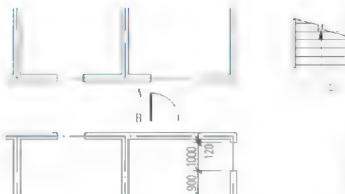

图 3.66 绘制门的轨迹线
(3) 绘制门的轨迹线: 执行菜单栏中的【绘图】|【圆弧】|【圆心、起点、角度】命令。
- ① 在指定圆弧的起点或 [圆心(C)]: 指定圆弧的圆心: 提示下, 捕捉图 3.66 所示的 B 点作为圆弧的圆心。
- ② 在指定圆弧的起点: 提示下, 捕捉图 3.66 所示的 A 点作为圆弧的起点。
- ③ 在指定圆弧的端点或 [角度(A)/弦长(L)]: 指定包含角: 提示下, 输入“-90”, 指定圆弧的角度为 -90° , 结果如图 3.66 所示。